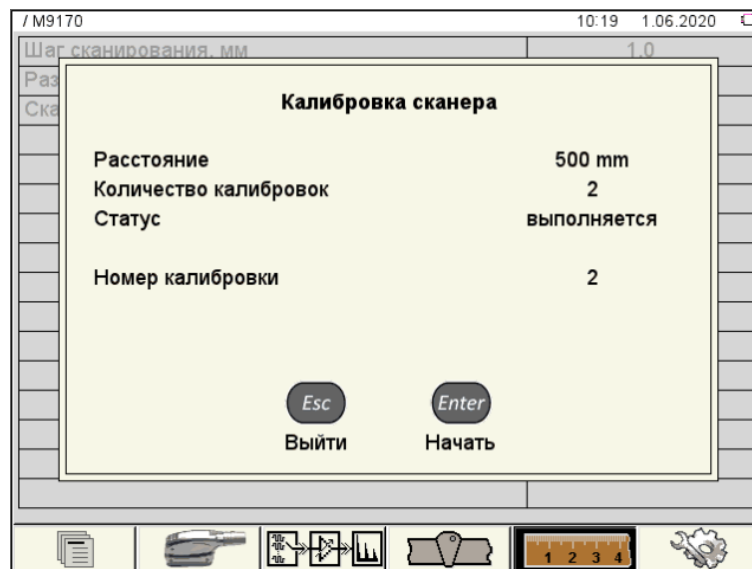

Рисунок 11
2.3.10 Номер калибровки изменится на следующий (рисунок 11).